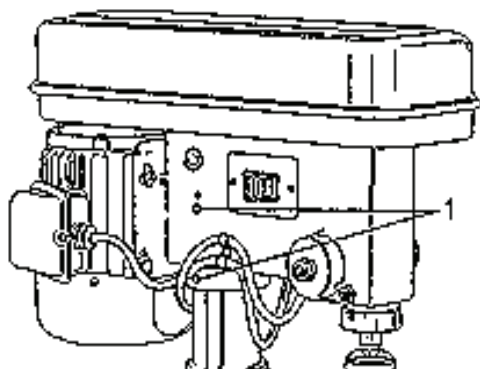

Fig. 9
2. La colonne entre dans le trou de montage de la perceuse. Contrôlez si le trou de montage se trouve régulièrement sur la colonne. Alignez la tête de la perceuse avec la table et avec la plaque de base et serrez le deux vis de réglage à l'aide de la clé hexagonale (**Fig. 9**).